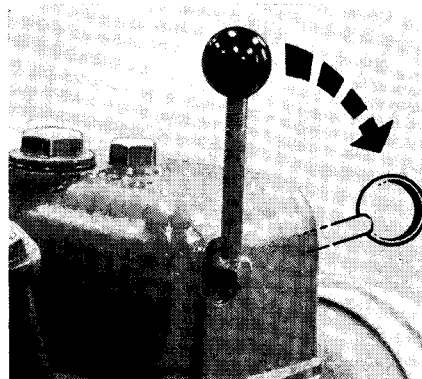

Fig. 5. Dekompressionshandtag.
- 3b. **Motor med handstart.** Ställ dekompressionshandtaget i uppåtriktat läge, fig. 5. Drag runt motorn så snabbt som möjligt med startveven och för ned dekompressionshandtaget helt under fortsatt vevning. Starten underlättas genom tillkoppling av köldstarten.